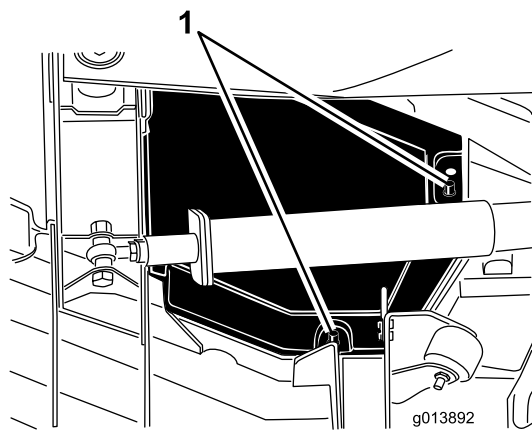

Figura 74
4. Sollevate i bordi dei coperchi posteriori interni dai supporti di montaggio (Figura 74).